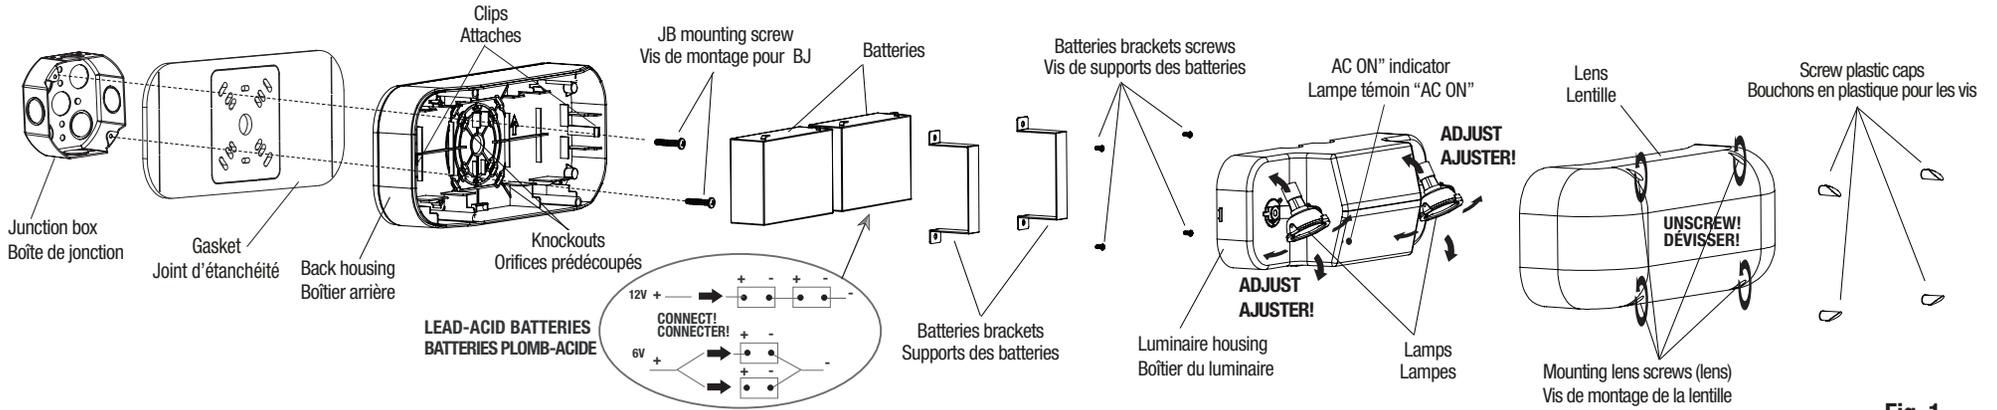

Fig. 1
3. Remove the lens, the luminaire housing and the batteries (detach the two brackets by unscrewing the four screws (use screwdriver PH2X))(see Fig. 1).
4.a For installation on the junction box only (Fig.1), break through appropriate knockouts into the back housing. Paste properly the gasket on the back of the unit and route wires through the central hole.
6.a For installation on the junction box only (Fig.1), use the two screws to mount the back housing to the surface over the recessed junction box. Tighten the screws enough to compress the gasket to ensure a good sealed joint. (use screwdriver PH2X).
-For the batteries lead-Acid connect the cable(s) between the circuit board board and the not connected electrical pole(s) ("+" red color) of the battery (see Fig. 1 detail).
3. Enlever la lentille, le boîtier du luminaire et les batteries (détacher les supports de fixation en dévissant les 4 vis (utiliser le tournevis PHx2) (voir la Fig. 1).
4.a Pour l'installation sur une boîte de jonction seulement (Fig. 1), défoncer les orifices prédécoupés appropriés dans le boîtier arrière. Coller correctement le joint d'étanchéité à l'arrière de l'unité et passer les fils électriques par l'orifice central.